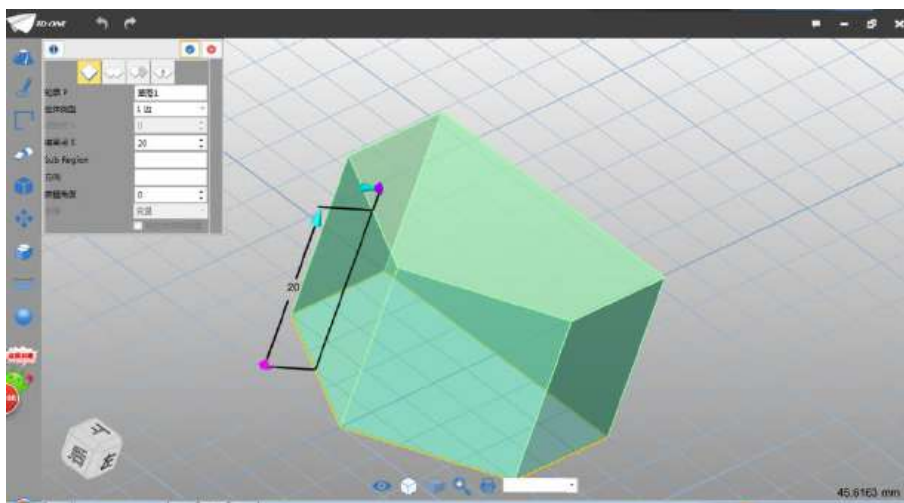

图 1-2
Step 2 点击拉伸命令 ，拉伸结束点设为 20，如下图 1-2 所示：